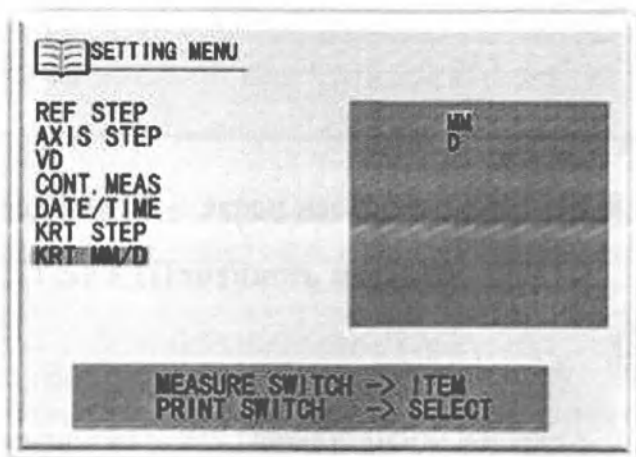

Рисунок 56 – Экран настройки KRT MM/D
- Нажмите кнопку измерения на ручке управления, переместите курсор на пункт KRT MM/D (рисунок 56).